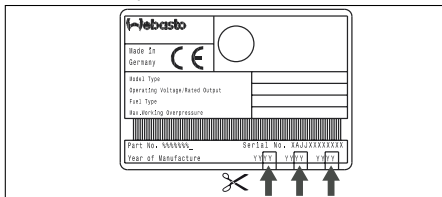

Abb. 06: Beispiel Typschild / Typschildduplikat
- ▶ An Typschild und Typschildduplikat alle Jahreszahlen bis auf das Einbaujahr entfernen. Siehe Abb. 06.